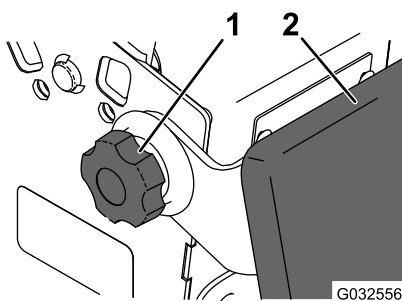

Figura 32
2. Desaperte os manípulos rotativos de cada lado da máquina (Figura 32).